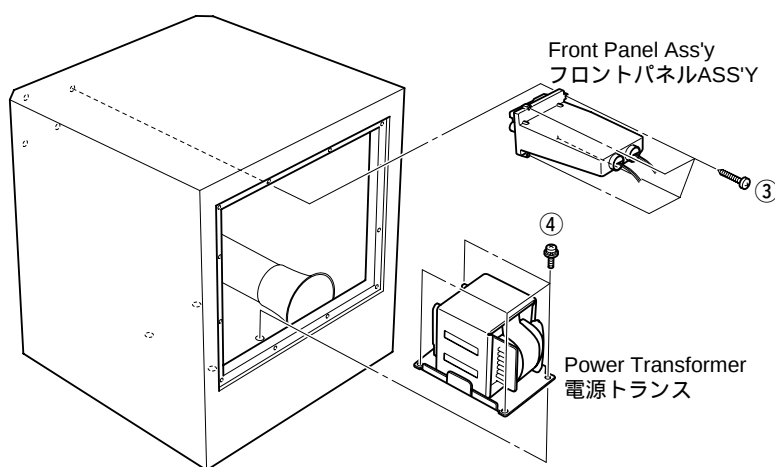

Fig. 4
Remove 4 screws (③) and then remove the front panel ass'y. (Fig. 4)
Remove 4 screws (④) and then remove the power transformer. (Fig. 4)
③ のネジ 4 本を外し、フロントパネル ASS'Y を取り外します。(Fig. 4)
④ のネジ 4 本を外し、電源トランスを取り外します。(Fig. 4)